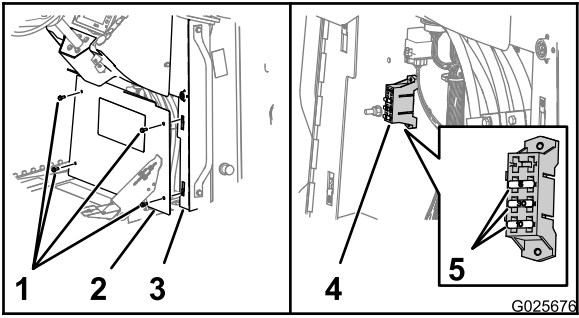

Рисунок 81
3. Выверните 4 болта с шестигранными фланцевыми головками (5/16 x 3/4 дюйма), которые крепят крышку к пульта, и снимите крышку (Рисунок 81).
4. Найдите перегоревший предохранитель и замените его предохранителем такого же типа и номинала (Рисунок 81).
6. Совместите отверстие в крышке с гаечными зажимами на фланцах пульта (Рисунок 81).